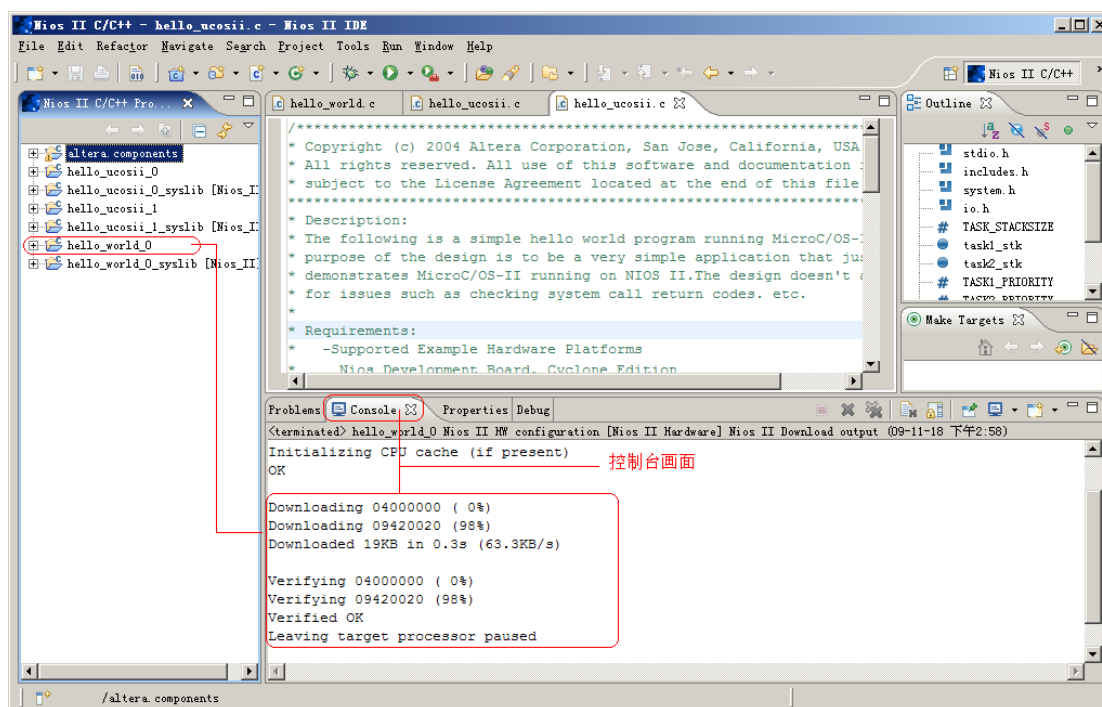

图 11-75 NIOS-II 环境下运行的 C 程序向 LCD 输出 Hello 信息成功
- ⑤运行输出到 **LCD** 的 C 代码。参看图 11-75。